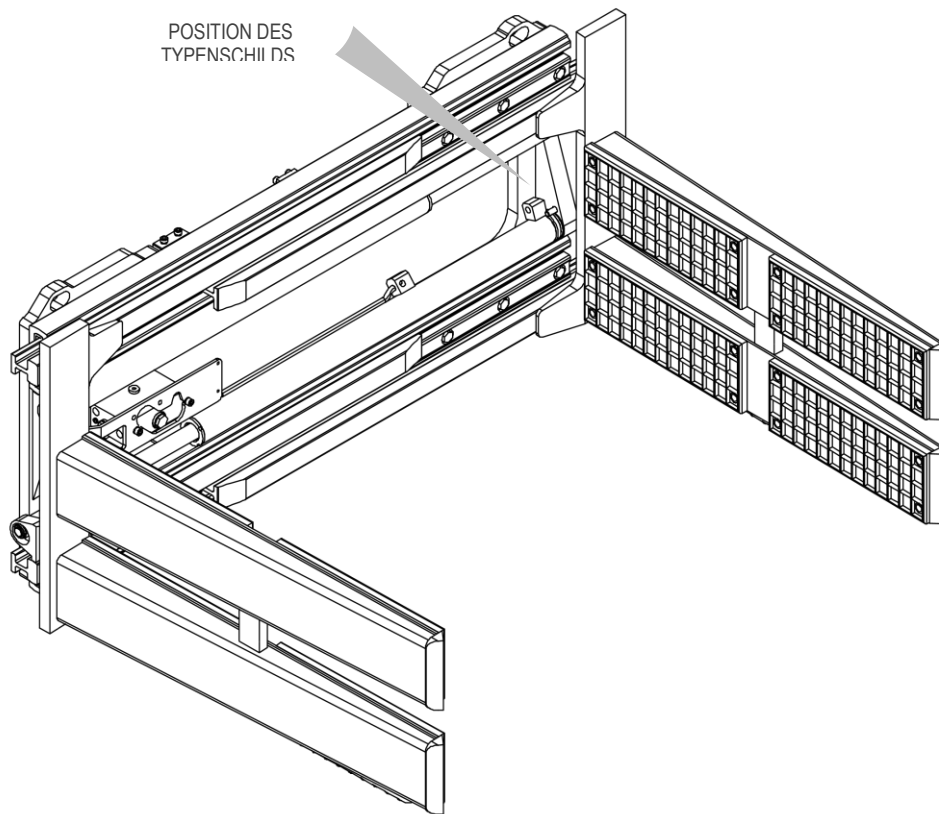

Abbildung 1
Alle Geräte A.T.I.B. – “GREIFER MIT GUMMIBACKEN TYP 474.137 | GREIFER FÜR BLÖCKE MIT SELBSTAUSBALANCIERENDEN SPANNBACKEN TYP 474.141” werden über das aufgeklebte Typenschild (siehe *Tabelle 1*) am Gerät (siehe *Abbildung 1*) identifiziert, schauen Sie immer nach der Seriennummer.
5. Für die Handhabung müssen ausreichend starke Gurte oder Ketten für das Gewicht des Geräts, das auf dem Typenschild angegeben ist, verwendet werden (siehe *Abbildung 1* und *Tabelle 1* auf Seite 6).
9. Schließen Sie den Hydraulikkreislauf an und versichern Sie sich, dass der Betriebsdruck der Leitungen höher oder gleich dem auf dem Typenschild angegebene ist (siehe *Abbildung 1* und die *Tabelle 1* auf Seite 6).
6. Für die Handhabung müssen ausreichend starke Gurte oder Ketten für das Gewicht des Geräts, das auf dem Typenschild angegeben ist, verwendet werden (siehe *Abbildung 1* e *Tabelle 1* auf Seite 6).